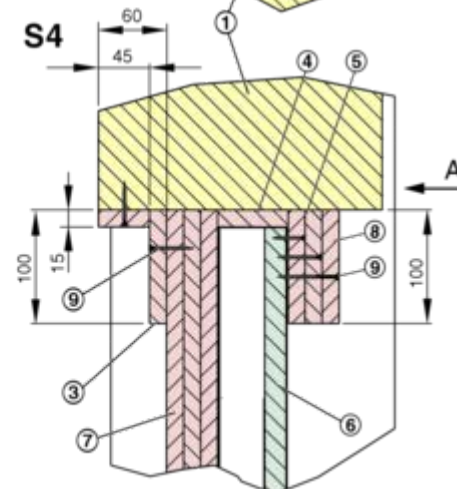

Fig. 37: Detalii EK-JZ Instalare uscată în perete de gips cu montant metalic EI 120 S
Detalii ↪ Fig. 37
- Construcție perete conform instrucțiunilor producătorului Pregătiți deschiderea de instalare conform Fig. 37 .
- Conectați clapeta și peretele cu secțiunea unghiulară (3) din tablă cu ajutorul (șuruburi auto-filetante 41 mm).